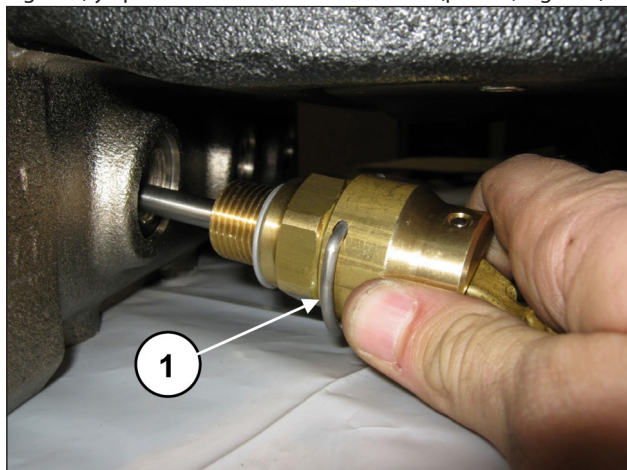
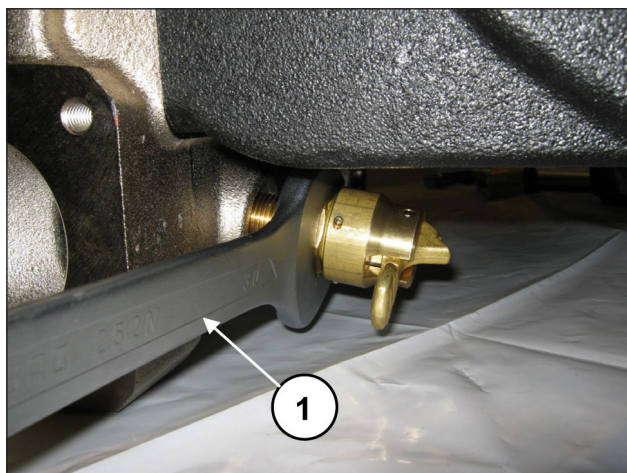

Fig. 150
Fig. 151
Aplicar los dispositivos de apertura de las válvulas (pos. ①, Fig. 150) y apretarlos con la llave de 30 mm (pos. ①, Fig. 151).